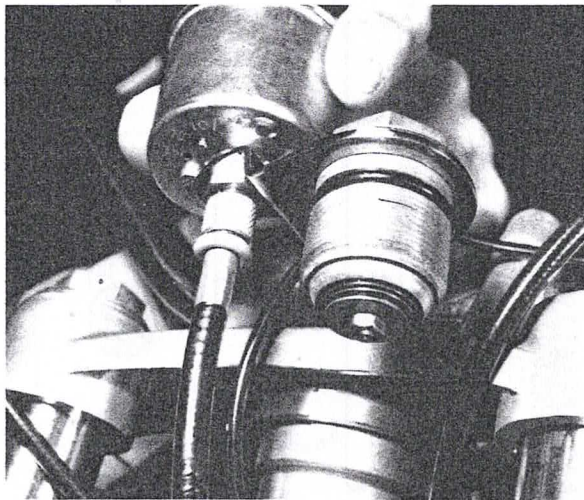
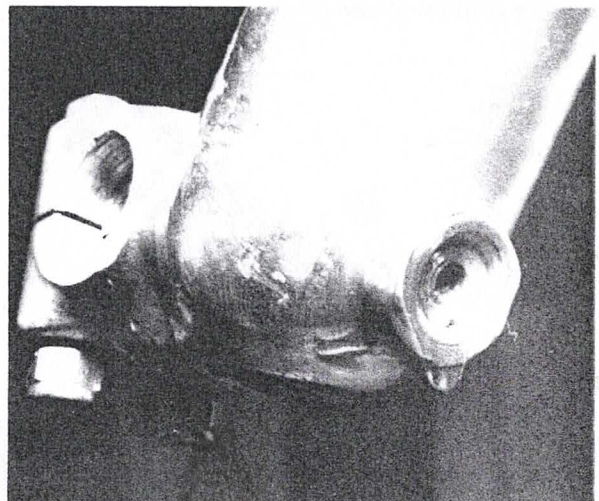

Bild 135
Bild 141
- Die oberen Abschlusschrauben aus jedem Gabelrohr ausschrauben (Bild 135), die Ölablassschrauben abnehmen und das Dämpferöl ausfliessen lassen (Bild 141). Falls über dem Lenkkopf ein Geschwindigkeitsmesser eingebaut ist, wird dessen Halter mit der Verschlusschraube des linken Gabelrohres befestigt. Die abgesetzten Distanzringe unter den Verschlusschrauben herausnehmen, wo solche vorhanden sind (Bild 138). Die Klemmschrauben der oberen und unteren Gabelbrücke lockern und ein Gabelrohr nach dem anderen als Ganzes aus den Gabelbrücken herausziehen (Bilder 136, 137, 140). Falls die Gabelbrücken zu fest klemmen, kann die Fuge durch Einführen eines kräftigen Schraubendrehers etwas gespreizt werden. Die Gabelrohre beiseitelegen, damit sie einzeln zerlegt werden können.